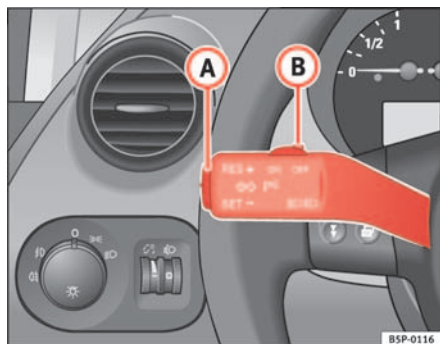

Fig. 144 Palanca de intermitentes y de luz de carretera: mando y tecla basculante para el regulador de velocidad
- Presione la parte superior de la tecla basculante **RES** ⇒ fig. 144 **A** para aumentar la velocidad. El vehículo acelerará mientras mantenga la tecla presionada. Al soltar la tecla quedará memorizada la nueva velocidad.
Si se reduce la velocidad programada pisando el pedal del freno, se desactiva el regulador de velocidad. Si quiere activar de nuevo el regulador, bastará con presionar una vez la parte superior de la tecla basculante **RES+** ⇒ fig. 144 **A**.